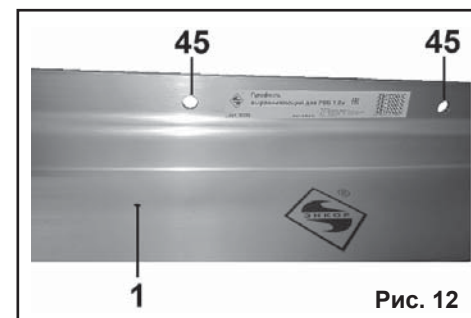
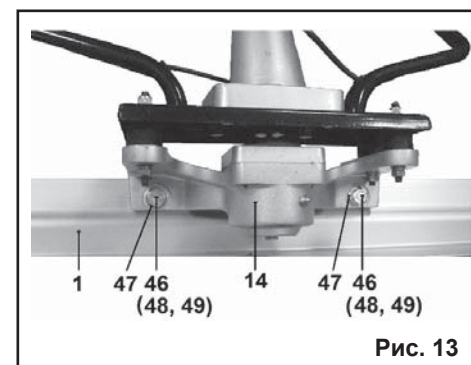

Рис. 12
Рис. 13
7.6.1. На профиле выравнивающем (1) имеются два отверстия (45) (Рис. 12) для соединения с корпусом виброузла (14) (Рис. 13).
7.6.2. Установите, как показано на рисунке 13, виброузел (14) и закрепите положение деталями крепления (45, 47, 48, 49) (Рис. 13).